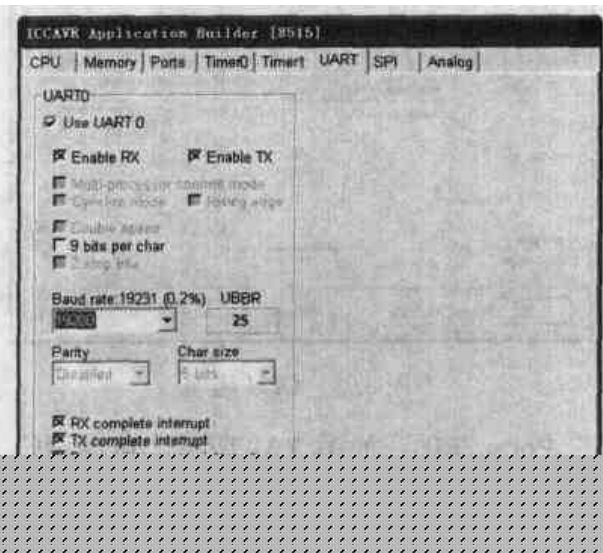

图 3.34 UART 选项
UART 选项：如图 3.34 所示，在这个选项中可以设定是否使用 UART、8 位或 9 位数数据位、RT 和 TX 是否中断、通信波特率的设定与实际值的误差等。
6. UART 选项：选中 Use UART0、Enable RX、Enable TX、RXcomplete interrupt、TXcomplete interrupt 和 Data register empty interrupt 前的复选框，并且设定波特率为 19200，可以看到设定误差为 0.2%，不影响通信，如图 3.34 所示。